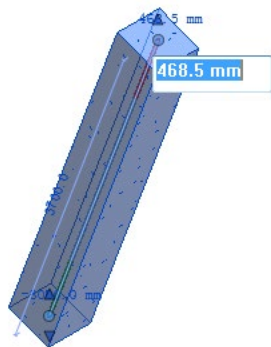

图 5-23 更改数值
(6) 双击柱上的文字，可以对其进行手动编辑。输入高程以重定位关联的顶部或底部，输入柱的顶部标高或底部标高，柱端点仅会沿垂直方向移动，如图 5-23 所示。